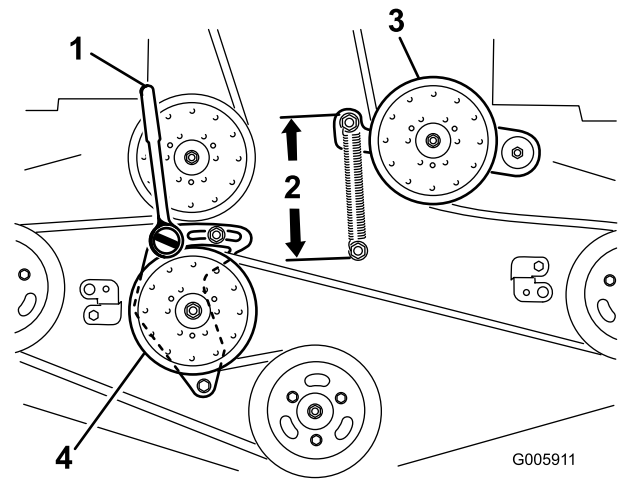

Bild 90
6. Lösen Sie den starren Spannarm und stellen Sie ihn ein, um die Riemen Spannung zu lösen (Bild 90).
9. Setzen Sie eine Ratsche mit einem kurzen Griff oder ein Stemmeisen in das rechteckige Loch im fixierten Spannarm ein (Bild 90).
11. Drehen Sie zum Erhöhen der Riemen Spannung die Ratsche oder das Stemmeisen nach links, um den starren Spannarm zu bewegen, bis Sie einen Abstand von 16,5 cm zwischen den Federhaken erhalten (Bild 90).